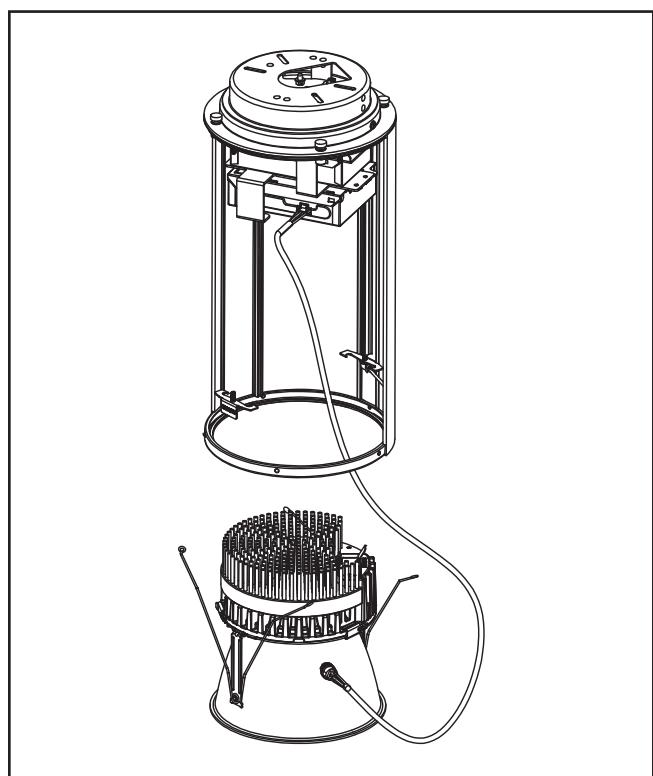

Figura 12
4. Vuelva a conectar el cable al paquete de baterías. (Figura 12)